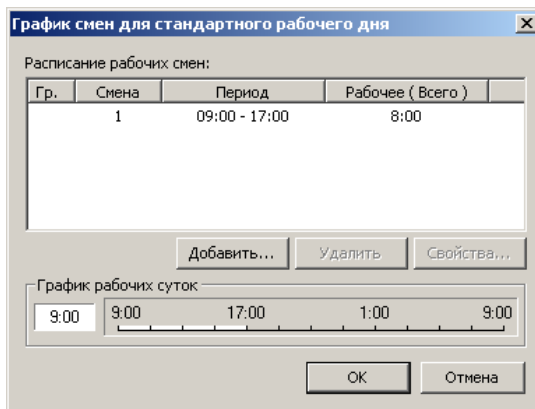

Рис. 2.11 Диалоговое окно «График смен для стандартного рабочего дня».
Для того чтобы задать стандартный график работы для всего проекта, нажмите кнопку «Задать» в группе «Расписание смен стандартного рабочего дня». Откроется диалоговое окно «График смен для стандартного рабочего дня» (Рис. 2.11).
3. В диалоговом окне *«График смен для стандартного рабочего дня»* отобразится строка с номером смены и ее расписанием (Рис. 2.11). Укажите на данную строку и нажмите кнопку «Добавить».